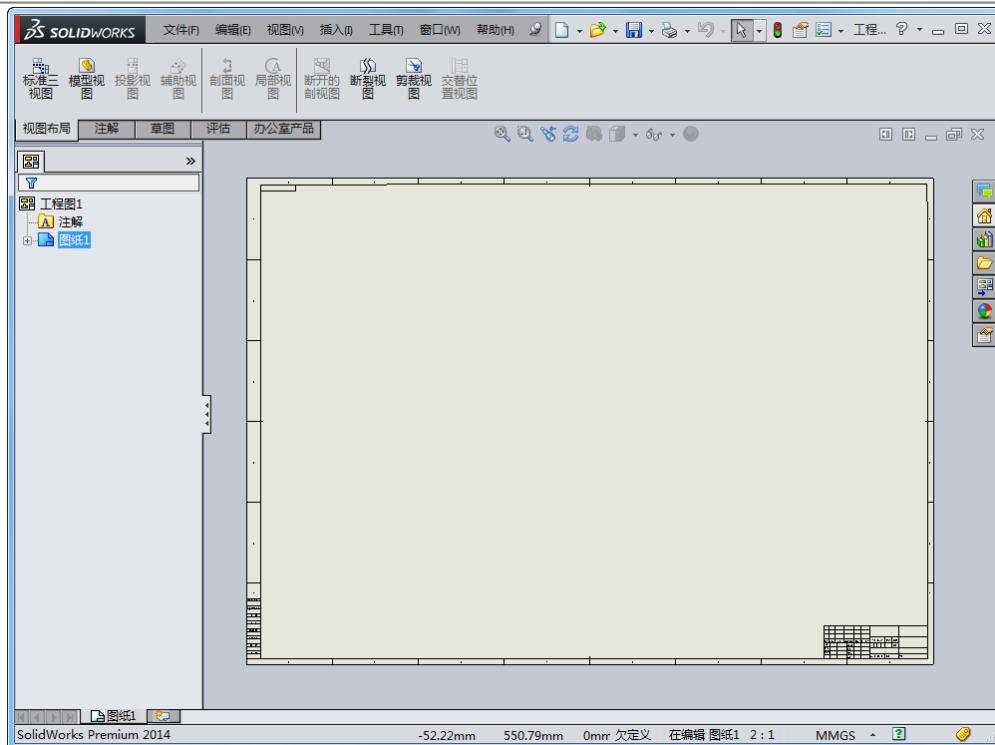

图 8-2 工程图工作界面
**03** 进入工程图工作界面。单击“确定”按钮，进入工程图的工作界面，如图 8-2 所示。